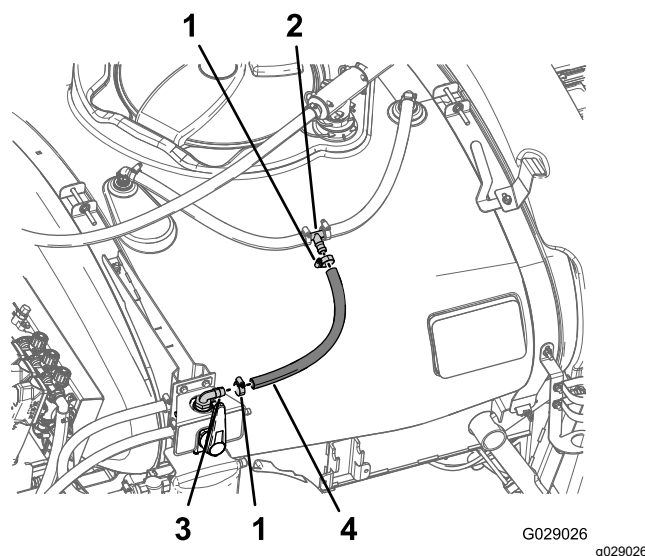

Figure 46
5. Branchez un flexible (1,9 x 61 cm) au raccord droit cannelé sur le côté avant de la vanne à 4 voies (Figure 46).
6. Fixez le flexible au raccord sur la vanne moyen d'un collier (Figure 46).
7. Branchez l'extrémité libre du flexible au raccord en T cannelé et fixez le flexible avec un collier (Figure 46).